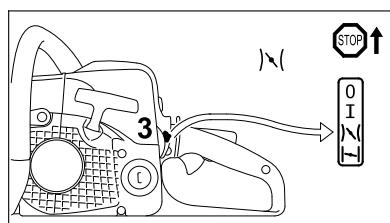

Рис. 49
- Комбинированный рычаг (рис. 49, поз. 3) установить в положение газа запуска)\(\ и продолжить запуск.